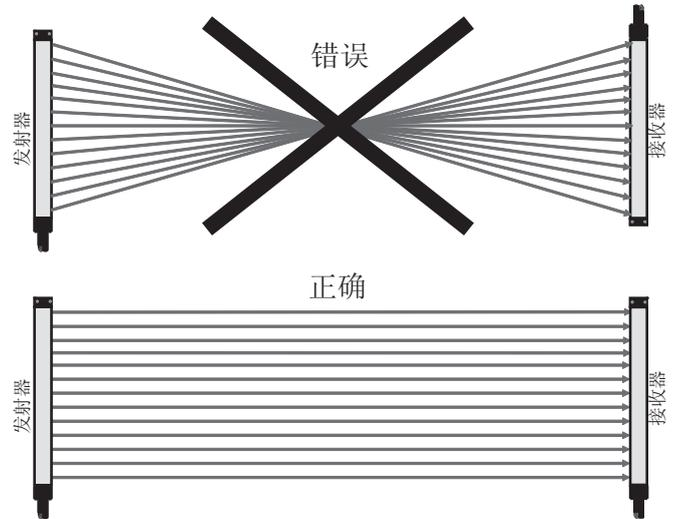

图8：发射器 / 接收器的布局
2. 需注意的是，接收器和发射器应处在同一个方向上。也就是说，保护区域的起点 (连接至安全控制器的电缆旁边) 必须处在保护区域的同一端。参考基准为 LED 指示器相对放置。不允许以 180° 旋转的方式安装 GuardShield Micro 400 系统 (图8：发射器 / 接收器的布局)。